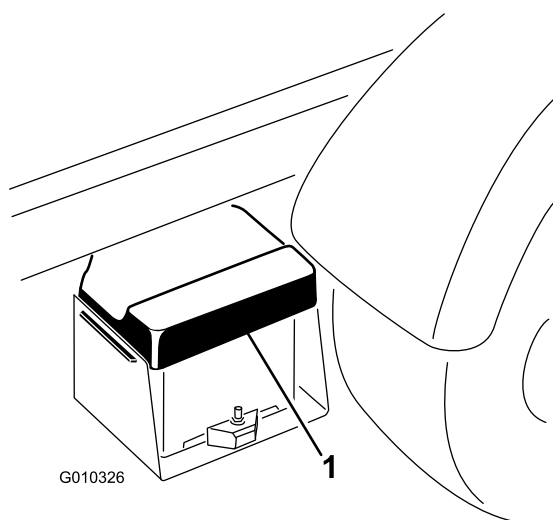

図 10
- B. バッテリーベースからバッテリーを取り外す (図 10)。
- A. バッテリーカバーを握り込んで、タブをバッテリーベースから外す (図 10)。
- B. バッテリーカバーを握り込んで、タブをバッテリーベースに合わせ、力をゆるめるとカバーがセットされる（図 10）。